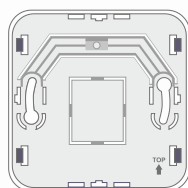

Fig. 2c
- Instalar a parte inferior no local pretendido, conforme indicado na Fig. 2c, usando dois parafusos. Atenção a marca (seta com a palavra "TOP") que indica a orientação correta da parte inferior da caixa.